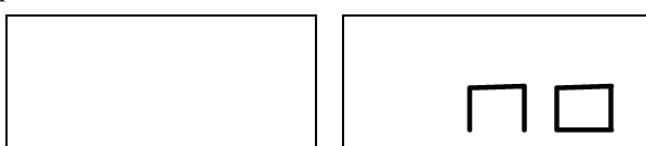

Рис. 6.2 - Программа Скрытых Грузиков невозможна или для выбранной позиции не допускается
- Если выбранный угол больше 120°, на станке отображается надпись, как на рис. 6.2, в течение одной секунды и будет издаваться трехкратный звуковой сигнал, это означает, что необходимо повторить процедуру в шаге 7 еще раз. Если угол меньше 120°, то станок немедленно выведет значение внешнего грузика W2;